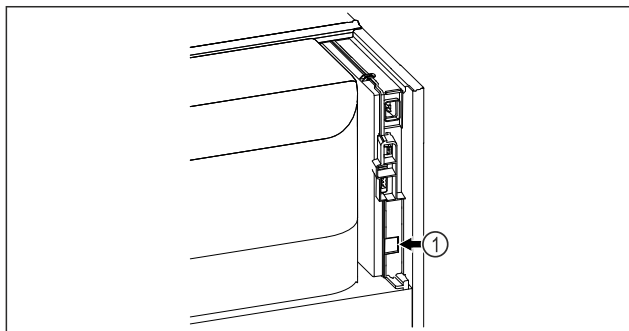

Fig. 134
- Το SmartModule Fig. 134 (1) είναι τοποθετημένο.